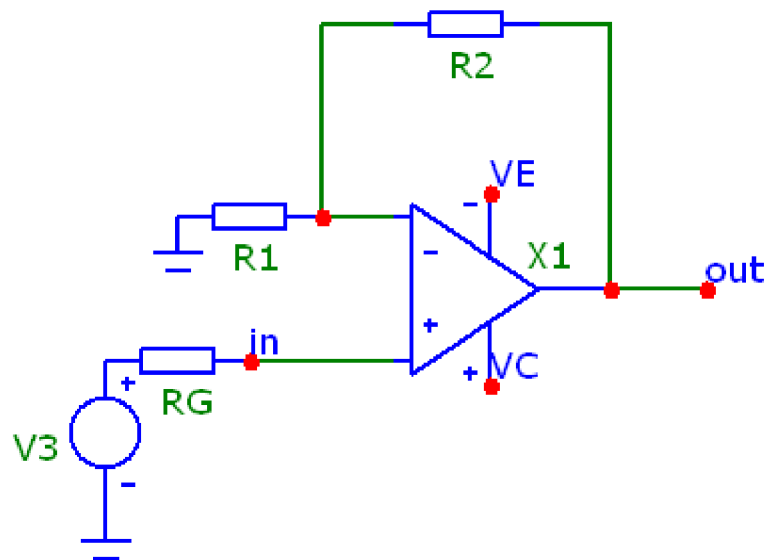

Рис. 14. Схема неинвертирующего усилителя на ОУ
2. Собрать схему неинвертирующего усилителя на ОУ (рис. 14).